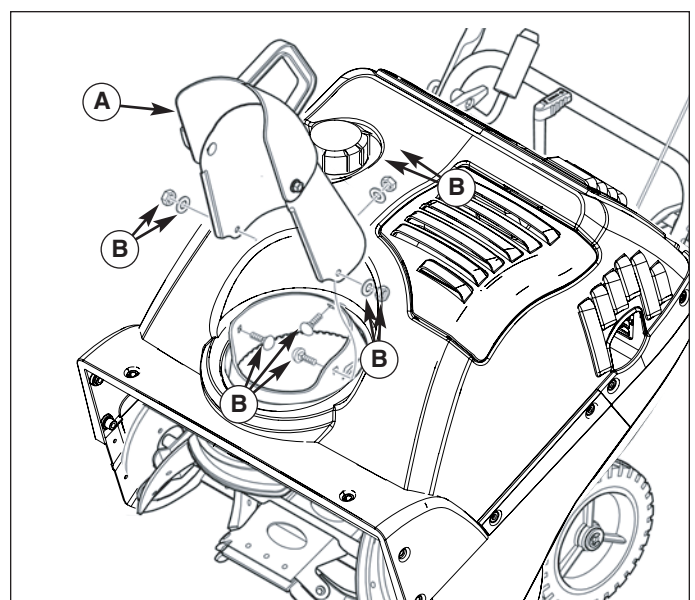

Abbildung 12. Aus- und Einbau des Auswurfschachts
1. Die Befestigungselemente (B, Abbildung 12) entfernen, mit denen der Auswurfschacht (A) an der oberen Abdeckung befestigt ist.
2. Den Auswurfschacht (A) ausbauen.